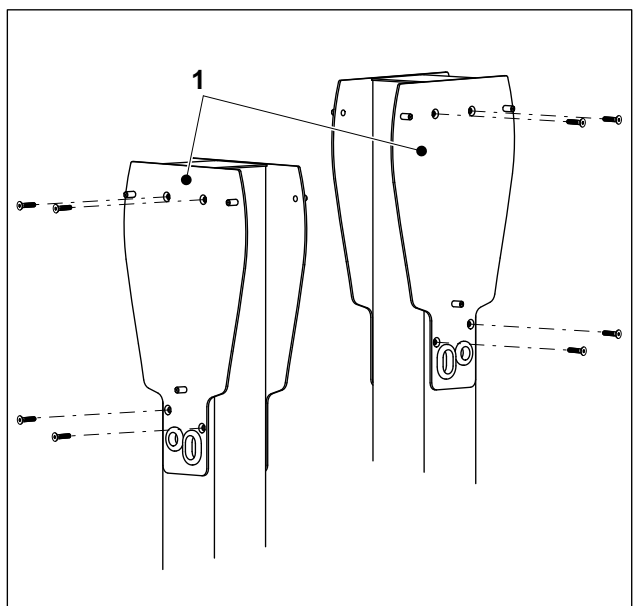

Fig. 5 Fissaggio delle piastre adattatrici alla colonna
4. Fissare le piastre adattatrici (fig. 5/1) alla colonna mediante le quattro viti a testa svasata M6x16 in dotazione. Coppia di serraggio 7 Nm.